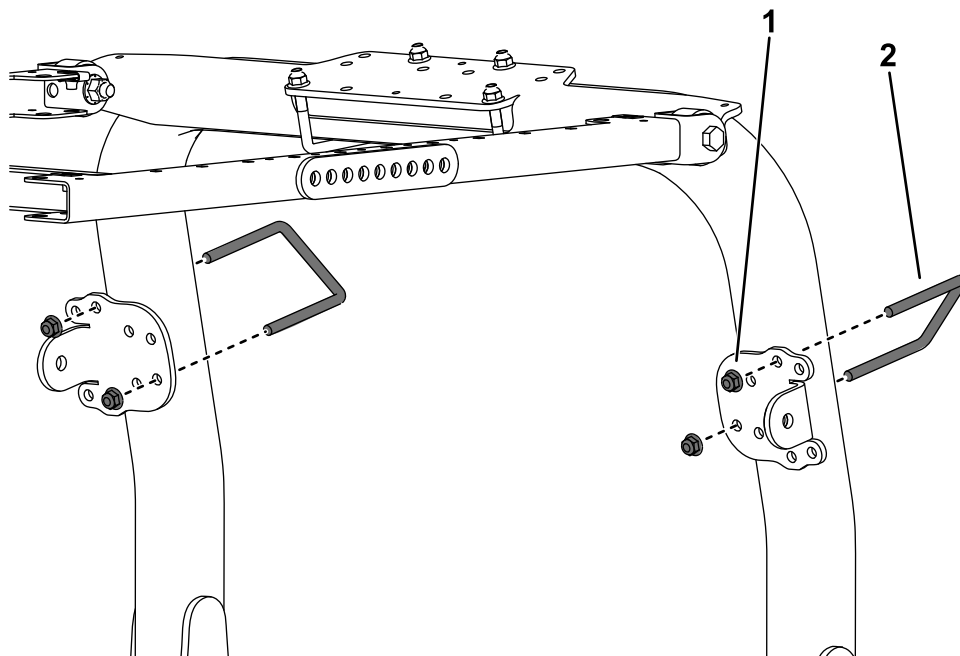

Figura 29
- 9. Usando los taladros de montaje indicados en la Figura 29, sujete provisionalmente cada uno de los soportes de los tirantes a los postes de la barra antivuelco con un perno en U (3 7/8" x 4") y 2 tuercas con arandela prensada.